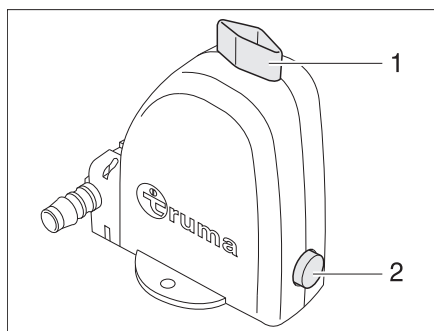

Bild 65 Sicherheits-/Ablassventil des Boilers
Der Boiler ist mit einem Sicherheits-/Ablassventil (Bild 65) ausgestattet. Das Sicherheits-/Ablassventil verhindert, dass das Wasser im Boiler einfriert, wenn bei Frost die Heizung nicht eingeschaltet ist. Das Sicherheits-/Ablassventil ist bei der Heizung oder in den Bodenstauflächen unter dem Tisch verbaut.
- Sicherheits-/Ablassventil schließen. Dazu den Drehknopf (Bild 65,1) quer zum Sicherheits-/Ablassventil drehen und den Druckknopf (Bild 65,2) hineindrücken.
- An der Bedieneinheit (Bild 64) Drehschalter (Bild 65,2) auf "O" stellen.
- Sicherheits-/Ablassventil öffnen. Dazu den Drehknopf (Bild 65,1) längs zum Sicherheits-/Ablassventil drehen. Der Druckknopf (Bild 65,2) springt heraus. Der Boiler wird über das Sicherheits-/Ablassventil nach außen entleert.